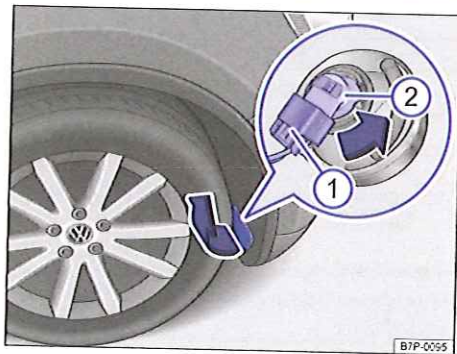

Fig. 280 Dans la coquille de passage de roue avant droite : changement de l'ampoule du projecteur.
3. Retirez avec précaution, dans le sens de la flèche, le cache dans la coquille de passage de roue en faisant levier à l'aide de la lame plate du tournevis compris dans l'outillage de bord → fig. 280.
4. Déverrouillez puis débranchez la fiche de raccordement ①.
5. Tournez le porte-ampoule ② dans le sens inverse des aiguilles d'une montre (dans le sens de la flèche) jusqu'en butée puis retirez-le par l'arrière avec l'ampoule.
8. Rebranchez la fiche de raccordement ① sur le porte-ampoule ②. La fiche doit s'enclencher de manière audible.
9. Mettez en place le cache dans la coquille de passage de roue → fig. 280.